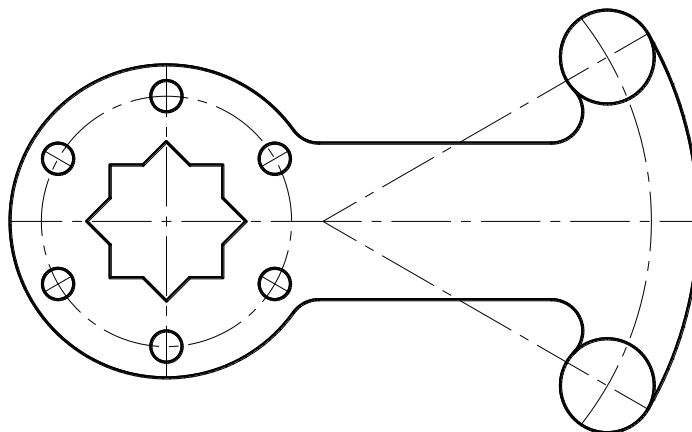

Рис.3.10
18. Создайте **6** окружностей согласно рис. 3.10, используя команду «Массив круговой».